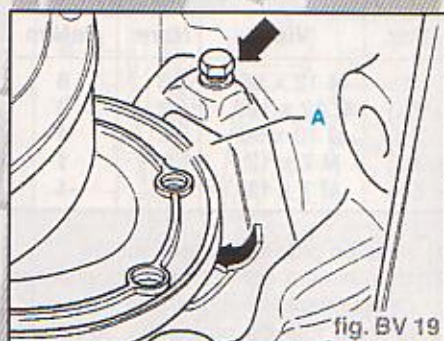

fig. BV 19
- Le cas échéant, poser la petite plaque de protection (A) derrière le flasque d'articulation droit (flèches) s'il y en a un (fig. BV 19).